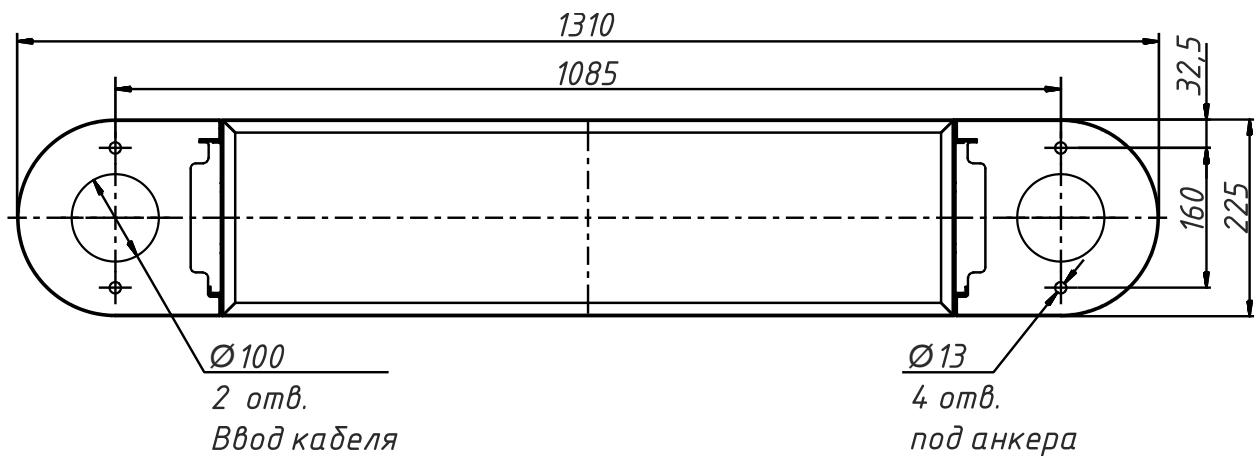

Рис. 13 – Разметка для монтажа турникета типа «трипод»
- 4) Произвести на поверхности площадки разметку отверстий для крепления турникета в соответствии с *рис.13*. В качестве шаблона для разметки может использоваться собственно турникет, размещенный вертикально на месте его установки.
- 6) При необходимости прокладки кабелей под поверхностью пола подготовьте в полу кабельный канал к зоне ввода кабелей в стойку турникета. Расположение зоны ввода кабелей указано на схеме *рис.13*.
- Место вывода кабелей должно совпадать с местом расположения отверстия на монтажной пластине турникета (*Рис.13,16*).